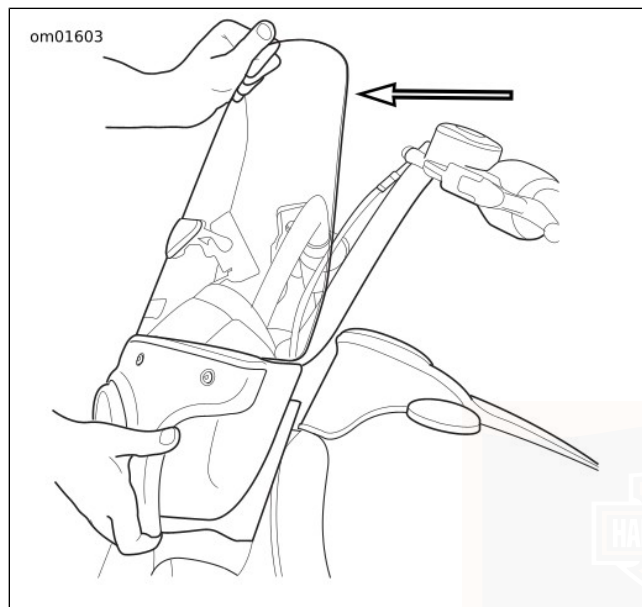

Figura 16. Rimozione della carenatura compatta
2. Vedere Figura 16. Collocare una mano sulla parte superiore del parabrezza e l'altra sul fondo della carenatura. Tirare il parabrezza verso la parte anteriore della motocicletta per staccarlo dalla staffa superiore e quindi sollevare la carenatura per liberare la staffa dagli occhielli inferiori.